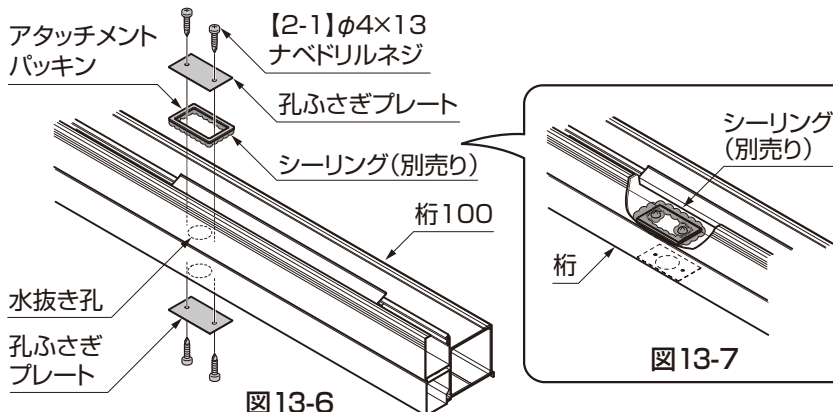

図13-6
- ⑫アタッチメントを取付けない桁の水抜き孔は、アタッチメントパッキンと孔ふさぎプレートを【2-1】で取付けてください。(図13-6参照)